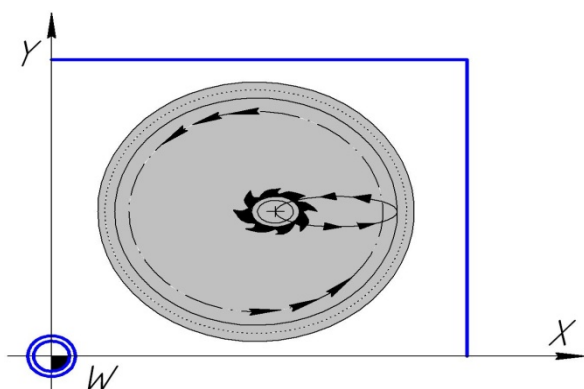

Рис. 4.59. Схема круглого кармана с припуском на чистовую обработку
2. Из центра кармана инструмент перемещается в плоскости обработки в точку старта обработки (рис. 4.59). УЧПУ учитывает для расчётов точки старта диаметр обрабатываемой детали и ра-